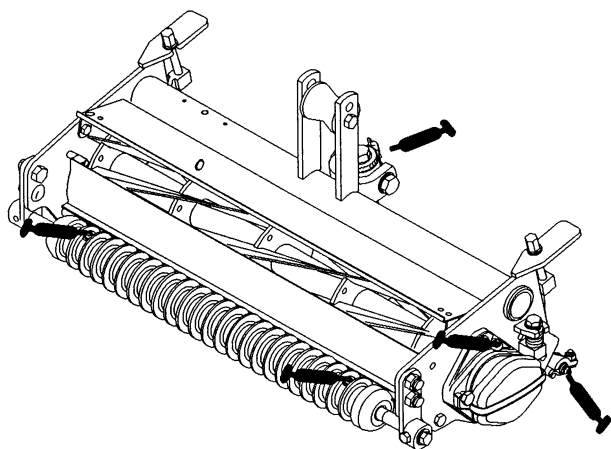

Bild 5
1. Die Schmiernippel und Mengen lassen sich an den folgenden Stellen vorfinden: Untermessergelenk (1), Spindellager (2) sowie vordere und hintere Walzen (je 2 St.) (Bild 5).